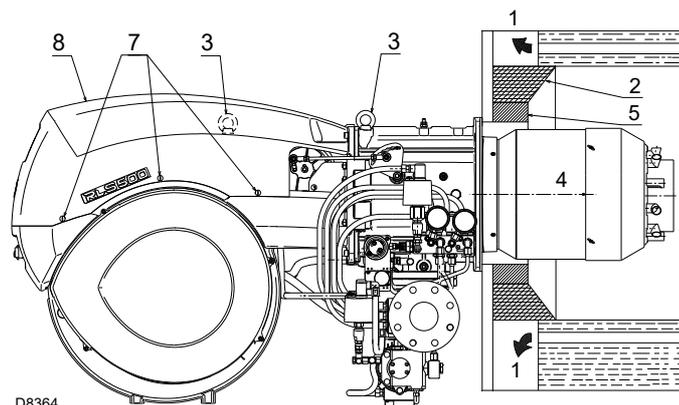

Fig. 12
Para calderas con paso de humos delantero 1)(Fig. 12) o con cámara de inversión de llama, colocar una protección de material refractario 5) entre el refractario de la caldera 2) y el tubo llama 4).
En calderas con frontal refrigerado por agua, no es necesario el revestimiento refractario 2)-5)(Fig. 12), salvo que lo indique expresamente el fabricante de la caldera.
Prepare un sistema adecuado de elevación enganchándolo a los anillos 3)(Fig. 12).
- Introducir la protección térmica suministrada en el tubo llama 4)(Fig. 12).